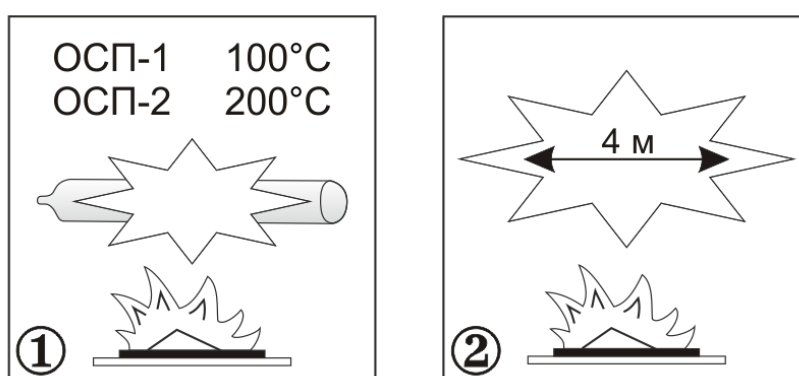

Рисунок 1- Температура срабатывания ОСП и дальность возможного разлета осколков при срабатывании
4.1 ОСП представляет собой герметичную стеклянную колбу, заполненную огнетушащим порошком и газообразователем. При возникновении возгорания и нагреве до 100°C (ОСП-1) или 200°C (ОСП-2) газообразователь разлагается с большим газовыделением, давление в колбе интенсивно увеличивается, что приводит к её разрушению и импульсному выбросу огнетушащего порошка (см. рис.1).